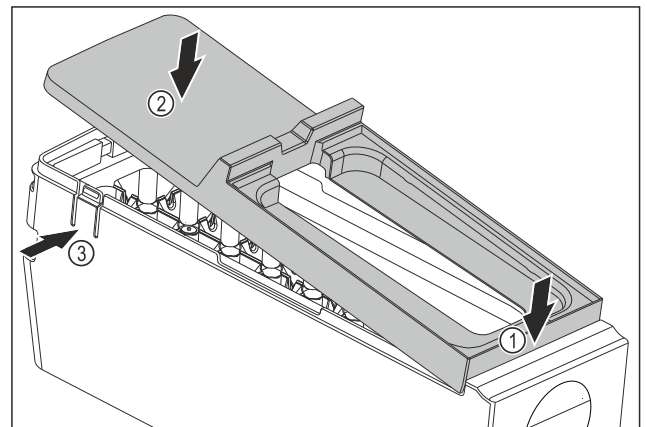

Fig. 109
- ▶ Afdekking van de EasyTwist-Ice-corpus monteren: Afdekking voor bevestigen. Fig. 109 (1)
- ▶ Afdekking achter neerlaten. Fig. 109 (2)
- ▷ Afdekking klikt hoorbaar in beide strips Fig. 109 (3) vast.